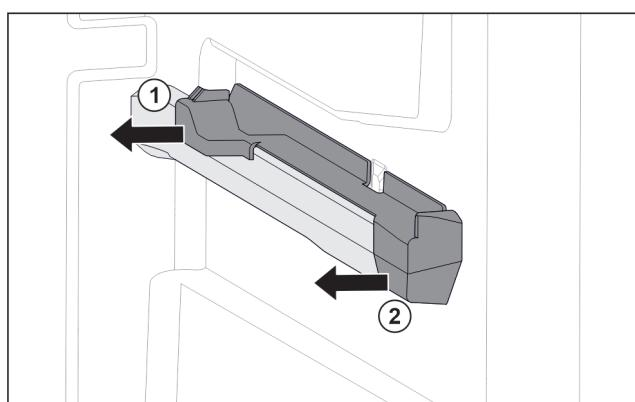

Fig. 93 Násuvný diel na pravom rebre nádoby
- Stiahnite násuvný diel vzadu do strany. Fig. 93 (1)
- Stiahnite násuvný diel vpriedu do strany. Fig. 93 (2)